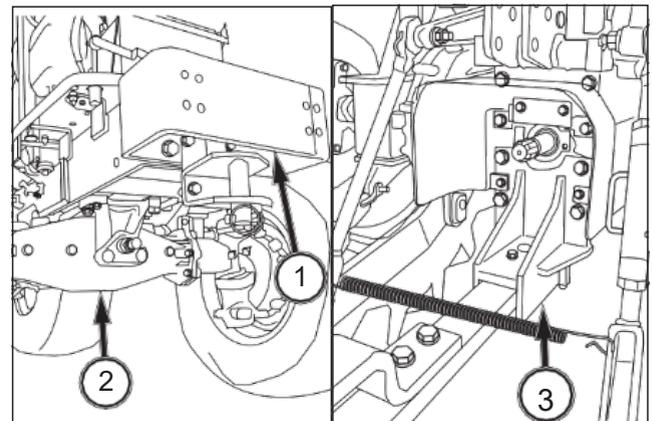

FIG. 92
FIG. 92: Cuando levante el eje delantero, coloque el gato en la parte delantera del soporte (1) o bajo el cárter del eje (2). Para levantar el eje trasero, coloque el gato bajo el soporte de la barra de tracción (3).